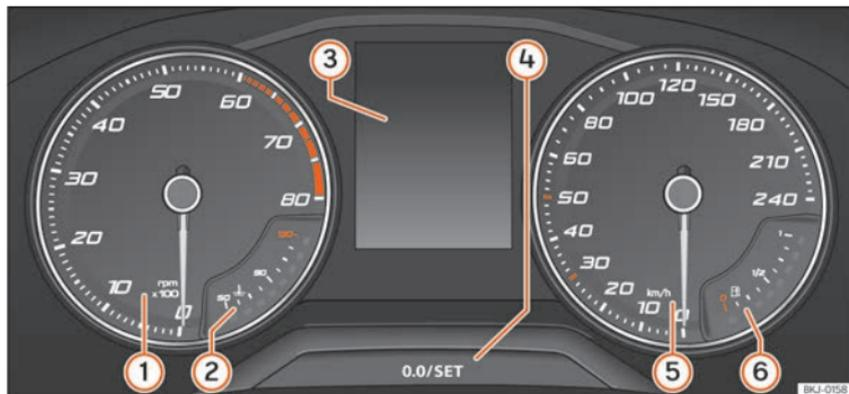

Fig. 65 Painel de instrumentos monocromático no painel de bordo.
Explicações sobre os instrumentos »» **Fig. 65:**
- Pressione brevemente o botão  **»» Fig. 65**  para repor o conta-quilómetros parcial em 0.